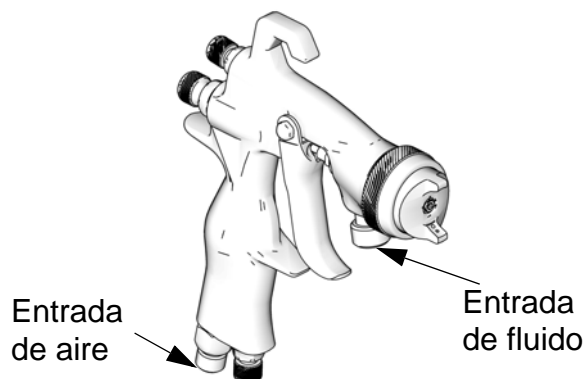

FIG. 1
4. Conecte un suministro de aire filtrado, seco y limpio en el accesorio de entrada de aire. Consulte la FIG. 1.
5. Conecte una manguera de fluido al racor de salida de fluido. Consulte la FIG. 1.